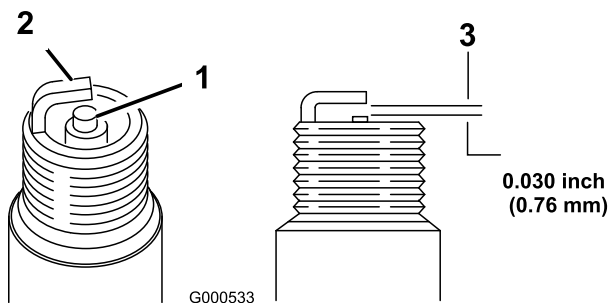

Figura 30
1. Mire la parte central de la bujía (Figura 30). Si se observa un color gris o marrón claro en el aislante, el motor está funcionando correctamente. Si el aislante aparece de color negro, significa que el limpiador de aire está sucio.
2. Compruebe la separación entre los electrodos central y lateral (Figura 30). Si la distancia no es correcta, doble el electrodo lateral (Figura 30).